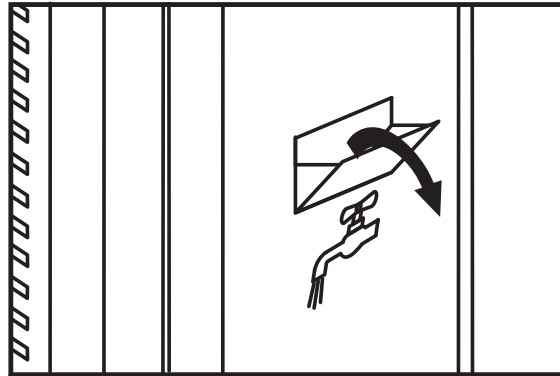

Fig. 2
- ▶ 4.1.1. Należy otworzyć drzwiczki zbiornika (Rys. 2).